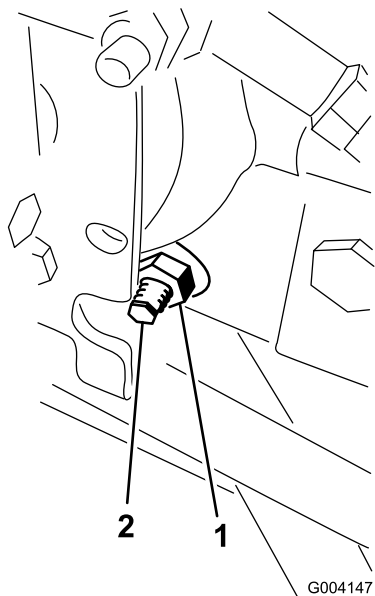

Figura 90
3. En el lado derecho del conjunto hidrostático, afloje la contratuerca de la leva de ajuste de la tracción (Figura 90).